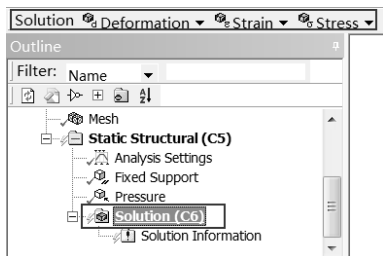

图 14-65 Solution 工具栏
Step1：选择 Mechanical 界面左侧 Outline（分析树）中的 Solution（A6）选项，此时会出现如图 14-65 所示的 Solution 工具栏。